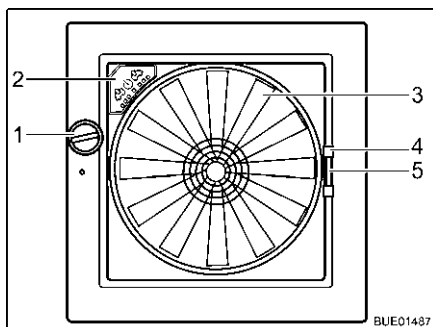

Fig. 115 Oblò Omni-Vent
- Apertura:** ■ Ruotare la manopola (Fig. 115,1), finché non si raggiunge l'angolo di apertura desiderato.
- Chiusura:** ■ Ruotare la manopola (Fig. 115,1), finché l'oblò non è completamente chiuso.
- Chiusura:** ■ Tirare la zanzariera per l'impugnatura (Fig. 115,4) verso il lato opposto del telaio.
- Chiusura:** ■ Serrare la maniglia (Fig. 115,5) dell'oscurante.
Se l'oblò è aperto, la zona interna può essere sfiata con il ventilatore a 6 stadi (Fig. 115,3). Il ventilatore si controlla dal quadro di comando (Fig. 115,2).